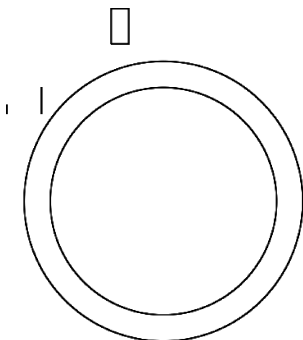

图 6-8 绘制表盘内框
(8) 单击“默认”选项卡“绘图”面板中的“圆”按钮, 绘制圆心坐标为(290,150),半径为65的圆。结果如图 6-8 所示。
(9) 单击“默认”选项卡“绘图”面板中的“定数等分”按钮, 对表盘内圆进行定